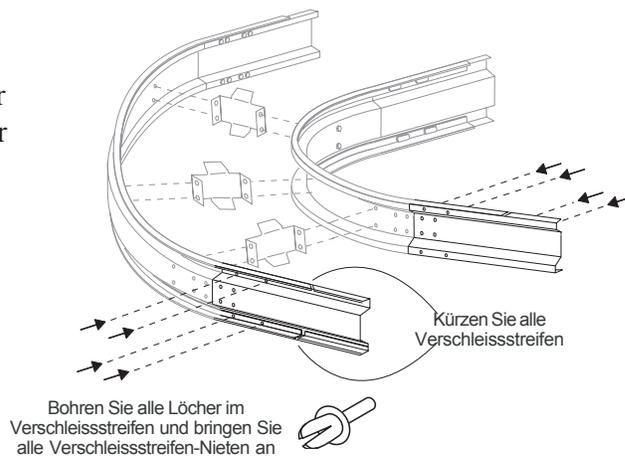

Abbildung 11
7. Kürzen Sie die Enden der horizontalen Kurven-Verschleissstreifen, um die angemessene Lücke und Winkel bezüglich der Enden der Verschleissstreifen der geraden Abschnitte zu formen. Bohren Sie alle Löcher für die Verschleissstreifen-Nieten in den Verschleissstreifen. Um die Arbeit abzuschließen, bringen Sie die Verschleissstreifen-Nieten an. Siehe *Abbildung 11*.